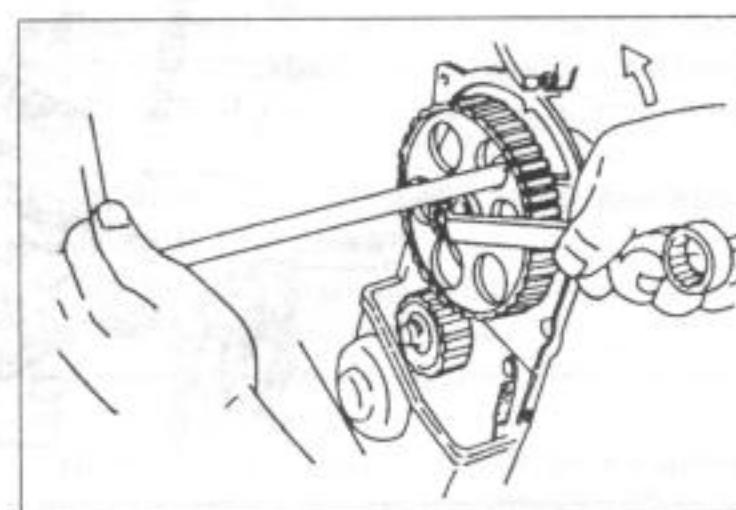

Рис. 23.
- Если необходимо, отвинтить вращающийся ролик (6) для зубчатого ремня.
- Отпустить болты шкива зубчатой передачи распределительного вала с помощью накладного гаечного ключа. Для этого вставить стержень в паз шкива ременной передачи, как показано на рис. 23, с тем, чтобы он не проворнулся.
- Шкив ременной передачи (8) снять с распределительного вала.
- Маховик опять удерживать, как это уже было указано выше, и отпустить болт приводного колеса коленчатого вала. Приводное колесо (9) осторожно отжать от коленчатого